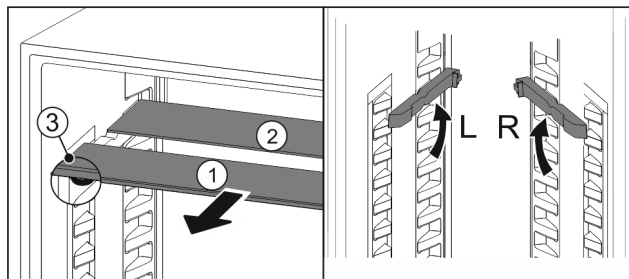

Fig. 83
- ▶ Extrageți Fig. 83 (1) pe rând plăcile de sticlă spre înainte.
- ▷ Placa de sticlă Fig. 83 (1) cu șipca decorativă se află în față.
- ▷ Opritoare Fig. 83 (3) indică în jos.